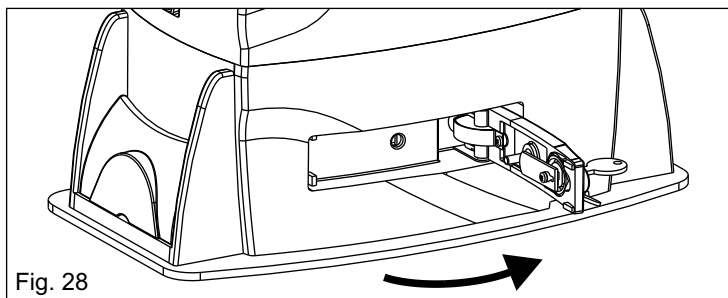

Fig. 28
- Tirer le levier de déverrouillage jusqu'à la battue, 90° environ (Fig. 28).